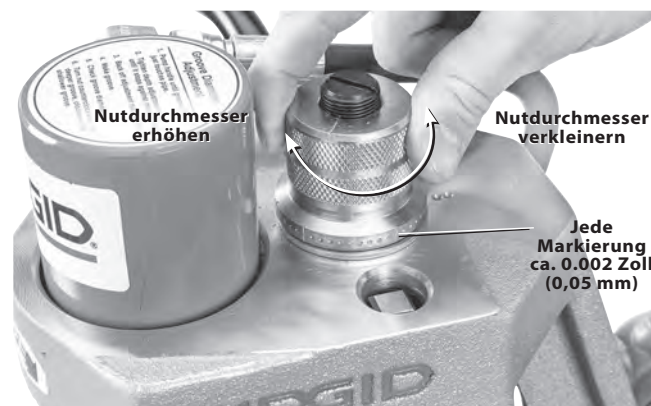

Abbildung 16 - Einstellung der Tiefeneinstellmutter
4. Drehen Sie die Tiefeneinstellmutter eine Umdrehung zurück (Abbildung 16).
6. Prüfen/messen Sie die Testnut. Wenn der Nutdurchmesser nicht den Spezifikationen entspricht, muss die Tiefeneinstellmutter neu positioniert werden, um den richtigen Nutdurchmesser zu erhalten. *Siehe Abbildung 16.*